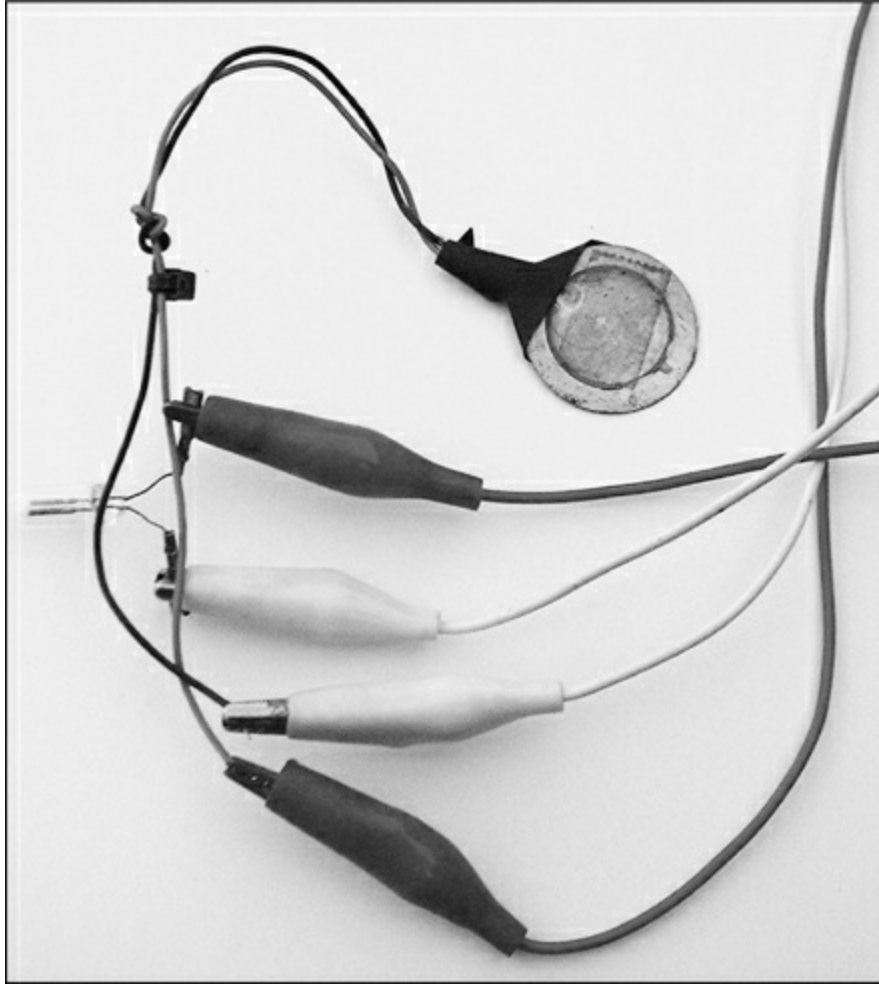

Figura 15.5 Collegate il disco e la lampadina al neon utilizzando i morsetti a coccodrillo.
- 2. Utilizzate due morsetti a coccodrillo per collegare il disco alla lampadina al neon, come indicato nella Figura 15.5.**